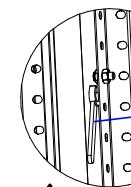

Рис.1
1. Поставить боковую стенку к стеллажу так, чтобы болты попали в овальные отверстия стоек. (См. Рис.1 и 2)